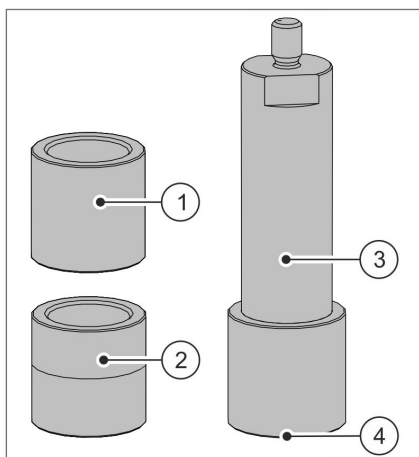

Abb. 15 Verkorkerköpfe
- ① Verkorkerkopf 26 mm
- ② Verkorkerkopf 29 mm
- ③ Verkorkerstempel mit Feder
- ④ Kronkorkenhalter
Um Flaschen mit verschiedenen Kronkorkendurchmessern verkorken zu können, stehen Verkorkerköpfe in zwei Ausführungen zur Verfügung. Der Durchmesser der Kronkorken kann 26 mm (Abb. 15/①) oder 29 mm (Abb. 15/②) betragen. Der Verkorkerkopf für Kronkorken mit einem Durchmesser von 26 mm ist außen glatt, der Verkorkerkopf mit 29 mm Durchmesser hat außen ringsherum einen Ring eingraviert.
Der Verkorkerkopf ist auf den Verkorkerstempel geschraubt. Der Verkorkerkopf hält den Kronkorkenhalter und die Feder am Verkorkerstempel fest (Abb. 15/③ und ④).